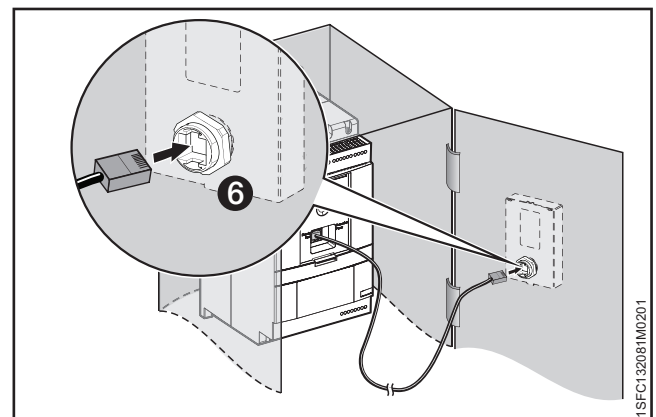

Abbildung 4.11
4. Schließen Sie das andere Ende des Netzwerkkabels an den Netzwerkanschluss an der Rückseite des beweglichen HMI's an. Siehe **6** in **Abbildung 4.11**.